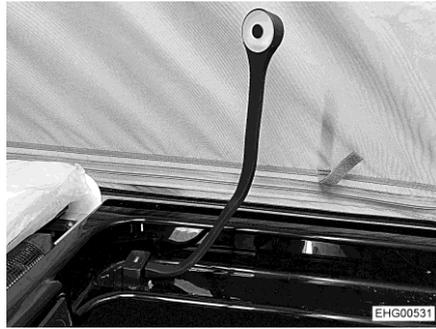
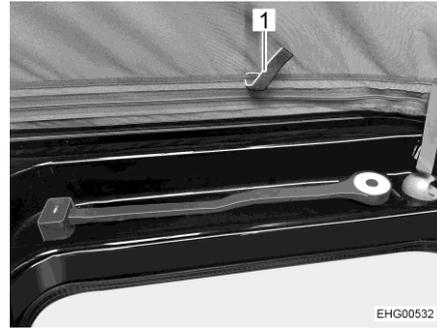

Bild 53 Schwanenhalsleuchte, Betriebsposition
Bild 54 Schwanenhalsleuchte, Transportposition
- Schwanenhalsleuchte von Betriebsposition (Bild 53) in Transportposition (Bild 54) zurückführen.
- Zeltstoff an den dafür vorgesehenen Laschen (Bild 54,1) nach innen ziehen.